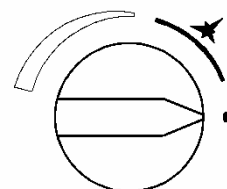

Рисунок 10. Аппарат выключен
3.2.1 Перед включением аппарата ручка 4 (рис. 1) должна находиться в крайнем правом положении (рис. 10).
- повернуть ручку розжига и регулировки мощности 4 (рис. 1) в положение «Аппарат выключен» (см. рис. 10);
- перевести ручку 4 (рис. 1) в положение «Аппарат выключен» (см. рис. 10);